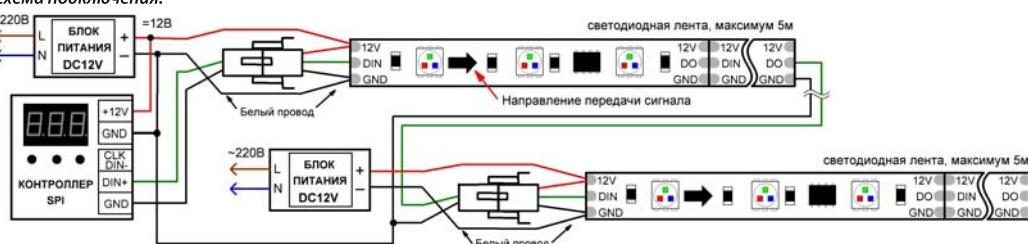

Рис.1. Схема подключения ленты.
- Подключите ленту к выходу блока питания и к контроллеру согласно приведенной схеме (Рис.1.), соблюдая полярность. При подключении лент и соединении отрезков учитывайте направление передачи цифрового сигнала, указанное стрелкой на ленте. Вход сигнала управления имеет обозначение «DIN», выход – «DO». Для подключения используйте коннекторы из комплекта поставки.
- Подключите ленту согласно схеме (Рис.1.), соблюдая полярность.